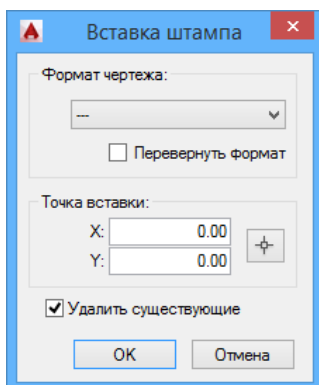

Рис. 6 Диалоговое окно *Вставка штампа*
4. В диалоговом окне *Вставка штампа* (см.рис. 6) выбрать формат чертежа из списка возможных значений, указать левый нижний угол штампа и нажать *ОК*.